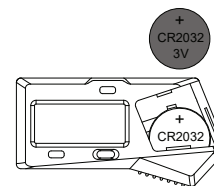

fig.2
- Coloque a pilha CR2032 no compartimento da pilha, o lado positivo da pilha (+) deve estar virado para fora (fig.2).